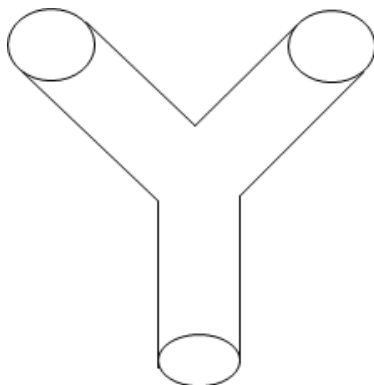

Рис. 112. Задача о течении жидкости в разветвляющейся трубе.
1. Моделирование течения жидкости в разветвляющейся трубе (рис. 112).